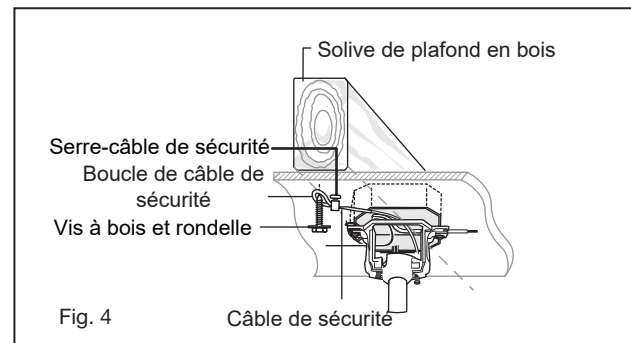

Fig. 4
REMARQUE : La languette à l'opposé de l'ouverture du support de suspension doit s'insérer dans la fente de la boule. (Fig. 4)
- 2 Connectez les fils noirs du commutateur dans le berceau A aux fils noirs noirs dans le boîtier de commutation. Fil d'entrée chaud vers l'un des fils du commutateur du socle. Le fil d'alimentation du ventilateur est connecté au fil de l'interrupteur restant. (Fig. 4)
Un flux d'air VERS LE HAUT déplace l'air plus chaud hors de la zone du plafond, comme illustré à la figure 4. Cela vous permet de régler votre unité de chauffage sur un réglage plus frais sans affecter votre confort.